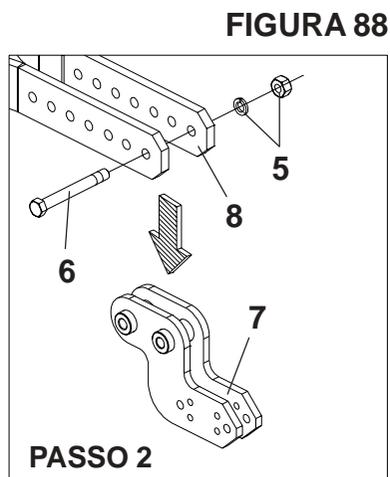

FIGURA 88
- Em seguida, solte as porcas e arruelas (5) e os parafusos (6), retire o suporte do sulcador (7) da barra de regulagem (8), **conforme mostra a figura 88.**